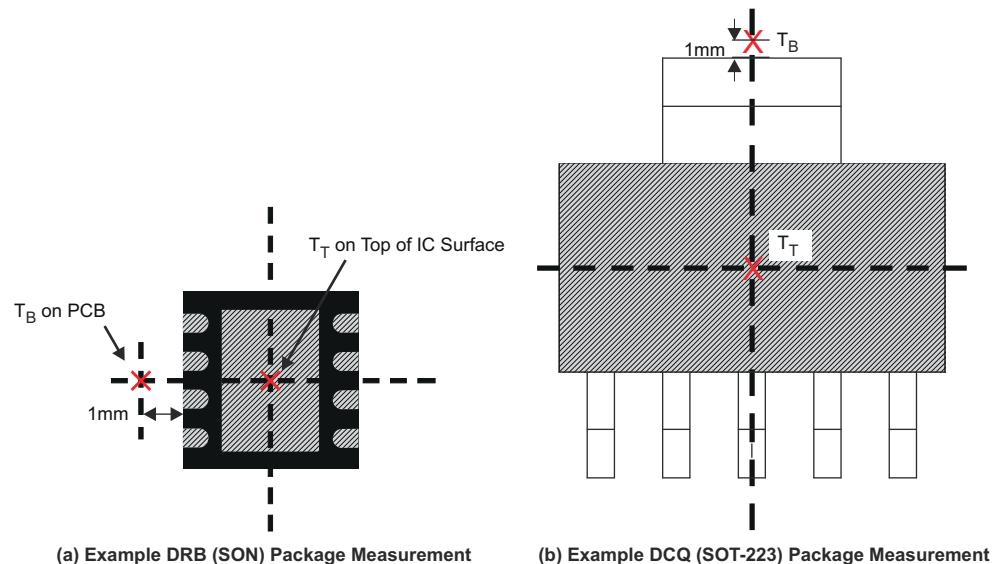

図 7-8.  $T_T$  および  $T_B$  の測定ポイント
- $T_B$  は、PCB 表面上でデバイスパッケージから 1mm 離れた場所で測定された PCB 温度です (図 7-8 を参照)